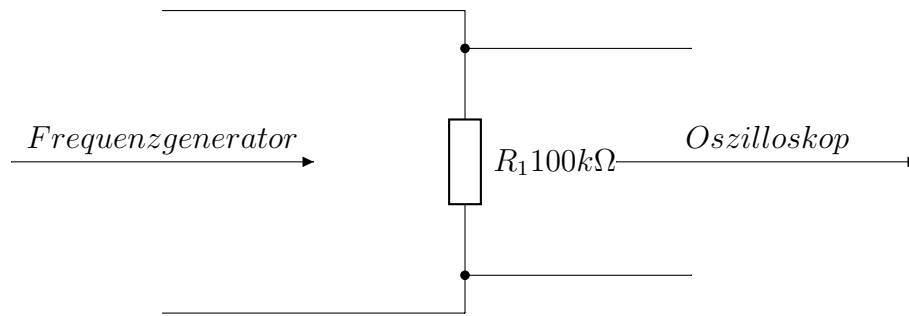

Figure 8: Oszilloskop und Frequenzgenerator
- Die Widerstandswerte der Widerstände werden mit dem Gerät mit der Ohmmeter Einstellung gemessen. Die Messergebnisse sind in Abbildung 8 zu finden.
- Die Schaltung aus Abbildung 8 wird auf einem Steckbrett aufgebaut.